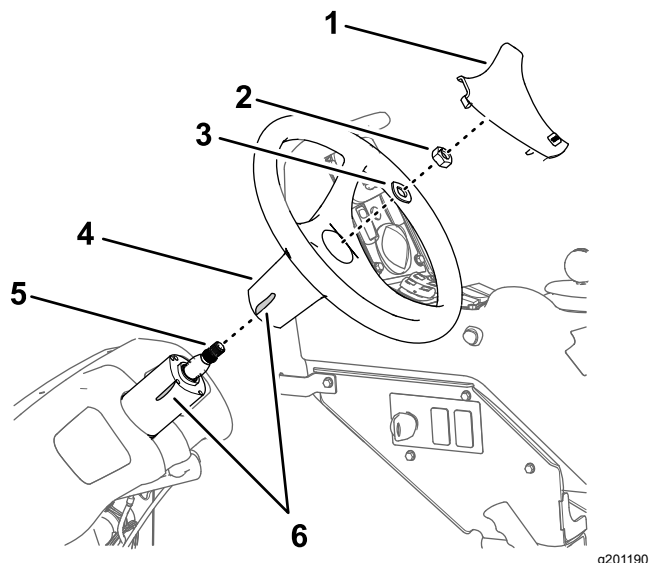

Рисунок 159
2. Снимите крышку с рулевого колеса (Рисунок 159).
3. Удалите гайку (5/8 дюйма) и шайбу (5/8 дюйма), которые крепят рулевое колесо к клапану рулевого управления, и снимите рулевое колесо (Рисунок 159).
1. Отметьте положение рулевого колеса на клапане рулевого управления отрезком ленты (Рисунок 159).